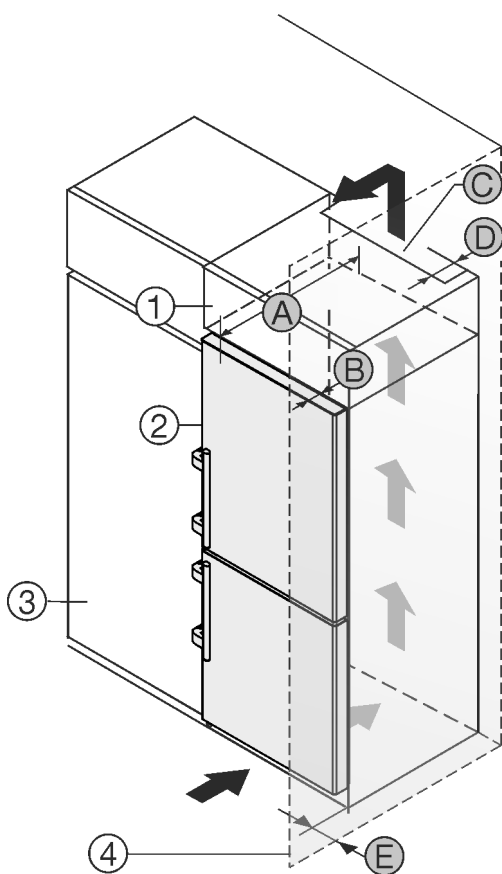

Fig. 2
Du kan ställa apparaten direkt bredvid köksskåpet *Fig. 2 (3)*. Bakom överskåpet måste det finnas en luftspalt med djupet *Fig. 2 (D)* längs hela överskåpets bredd.\*
Under taket måste angiven ventilationsprofil *Fig. 2 (C)* följas.\*
Om du placerar apparaten med gångjärnen bredvid en vägg *Fig. 2 (4)* måste avståndet mellan apparaten och väggen vara minst 57 mm . Detta motsvarar hur mycket handtaget sticker ut med öppen dörr.\*
För att dörren ska kunna öppnas helt måste apparaten sticka ut från köksskåpets front med samma mått som dörrens djup *Fig. 2 (B)*. Beroende på köksskåpens *Fig. 2 (3)* djup och om väggavståndshållare används kan skåpet skjuta ut ännu mer.\*